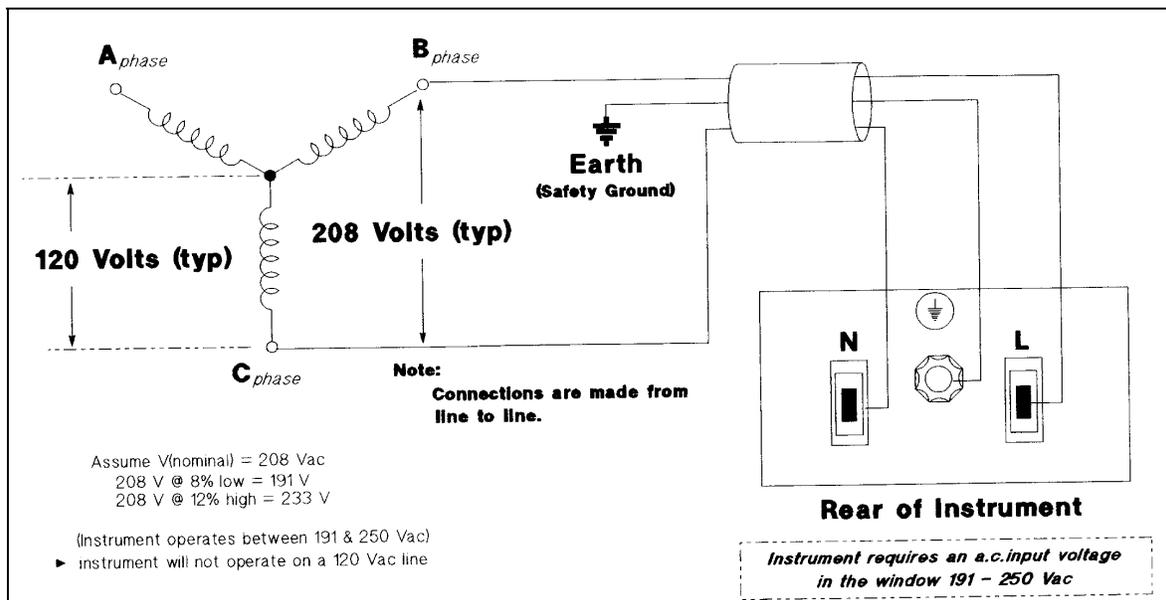

図 2-3. 3相電源への接続
1. 緩衝コネクタ⑪、安全カバー⑤、ラバー・ブーツ⑨、コネクタ・ナット⑧が電源コード⑦にまだ付いていない場合は、取り付けます。
2. グラウンド・ワイヤ②をシャーシのグラウンドねじに固定します。
3. 単相動作の場合、ニュートラル・ワイヤ①をN入力端子に、ライン・ワイヤ③をL入力端子に接続します(このラインは本器内部でヒューズに接続されています)。
4. 図2-3に示す3相電源の線間動作の場合、1つの相をN入力端子に、もう1つの相をL入力端子に接続します(このラインは本器内部でヒューズに接続されています)。